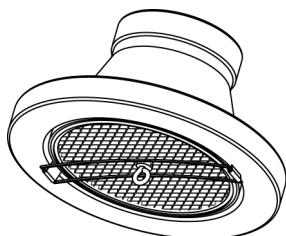

Fig.10
- 4) 集塵機を起動させ、フィルターが確実に固定されていることを確認してください。(Fig.10)